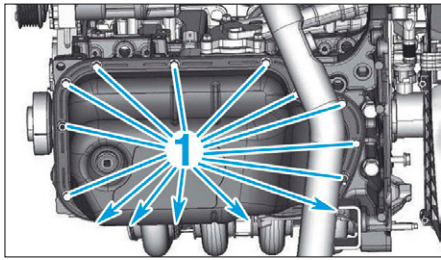

FIG. 8
- Déposer les écrous et les vis (1) du carter inférieur (Fig.8).